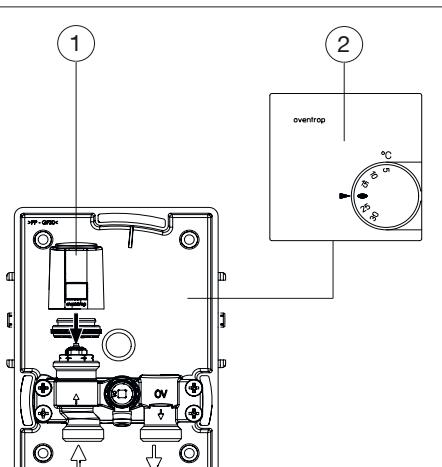

Fig. 10: Montage du thermostat d'ambiance avec moteur
- Visser le moteur (voir Fig. 10 en page 40 (1)) sur le robinet. Faire passer le câble à travers le trou dans le boîtier encastrable (voir 6.1 en page 37).